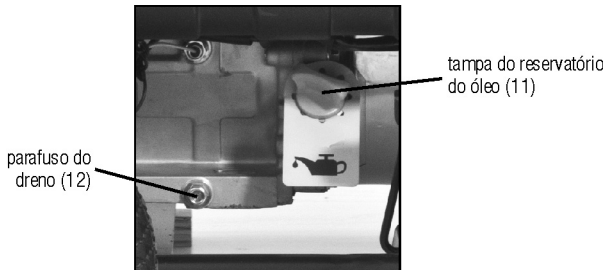

Fig. 21 – troca de óleo
- 4 – Remova a tampa de dreno do cárter (fig. 21);